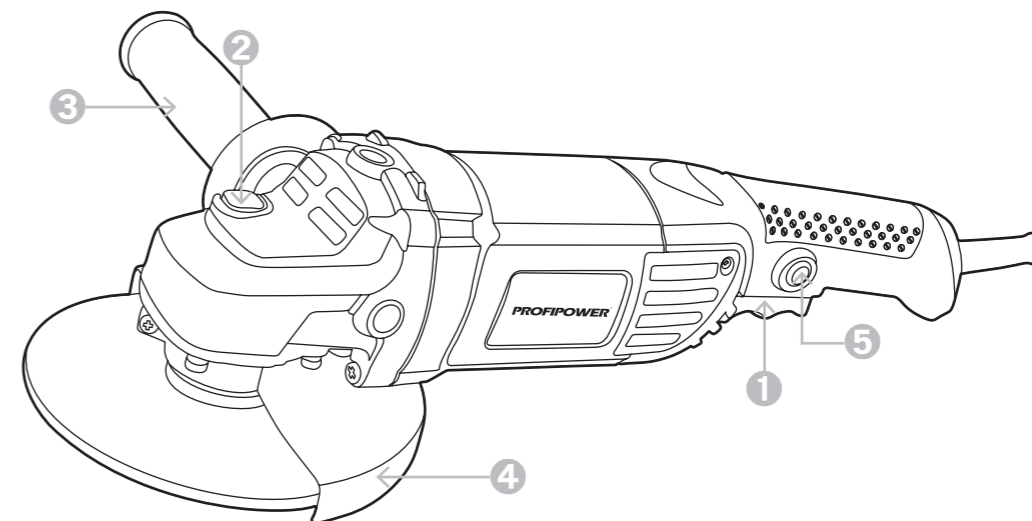
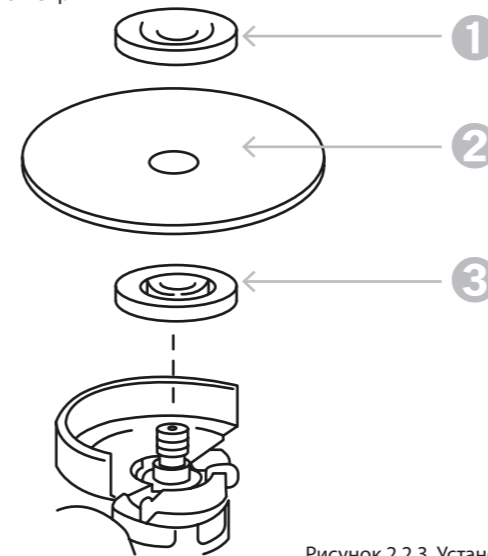

Рисунок 1.5. Устройство инструмента
Рисунок 2.2.3. Установка оснастки
❶ Снимите наружный прижимной фланец «3» (рисунок 2.2.3.).
❷ Установите на изделие соответствующую оснастку «1», в зависимости от вида работы (шлифование, отрезание), совместив отверстие в оснастке с выступом внутренней шайбы «2» (рисунок 2.2.3.).
❸ **ВНИМАНИЕ!** При установке оснастки следуйте указаниям по направлению её вращения.
❹ Закрутите наружный фланец «3».
❺ Заблокируйте шпиндель, нажав кнопку «2» (рисунок 1.5.), и крепко затяните наружный прижимной фланец ключом.
❻ Для снятия оснастки нажмите кнопку блокировки «2» (рисунок 1.5.) и прилагаемым ключом открутите фланец.
ЗАПРЕЩЕНО! Не включайте блокировку «2» (рисунок 1.5.) при вращающемся шпинделе. Это может привести к повреждению инструмента. Нажмите на кнопку блокировки для предотвращения вращения шпинделя при установке или снятии оснастки.